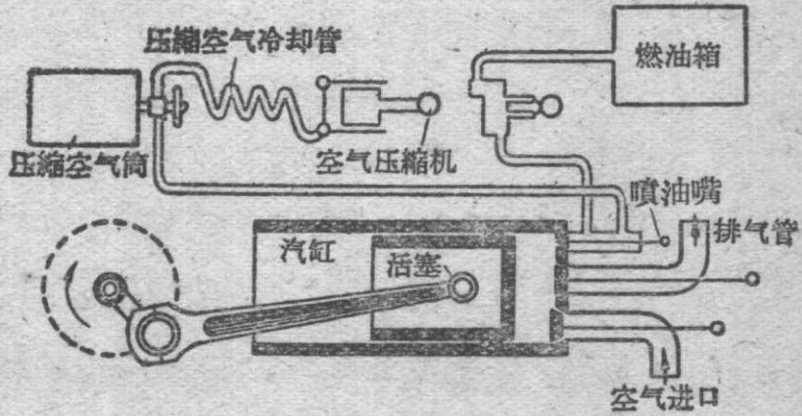

图 8-34
3. 狄塞耳內燃机 狄塞耳內燃机是十九世紀末叶由德国工程师狄塞耳所設計的，它的构造原理和奧托內燃机大致相同，所不同的是它将石油或柴油噴进汽缸作为燃料燃燒，而不是用汽油的混合气体作为燃料，同时在压縮冲程中，也不是压縮可燃混合气体，而是单纯压縮空气。图 8-34 是狄塞耳內燃机构造的示意图。汽缸的右端并没有火花塞，但却装有一个噴油嘴。排气閥、进气閥